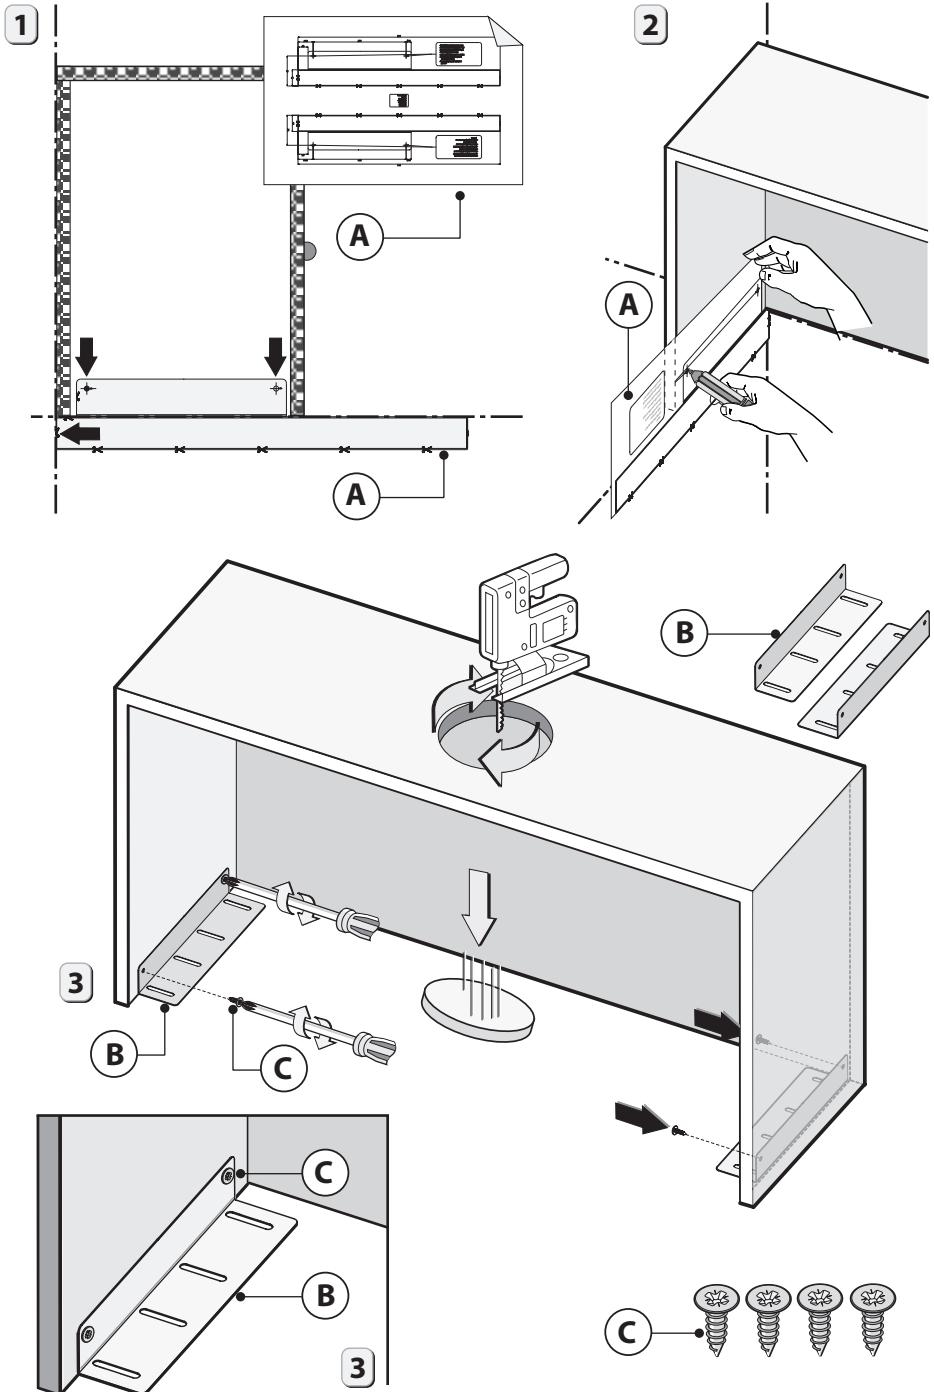

Fig.3
- Anbring fastgøringsskabelonen **A** på pyntelisten og sørge for, at linjen falder sammen med den afbildet i Fig.3-trin 1
- Afmærk og bør de 4 fastgøringshuller Fig.3 - trin 2.
- Fastgør de 2 beslag **B** til pyntelisten ved hjælp af de 4 skruer **C** (medleveres ikke) Fig.3 - trin 3.